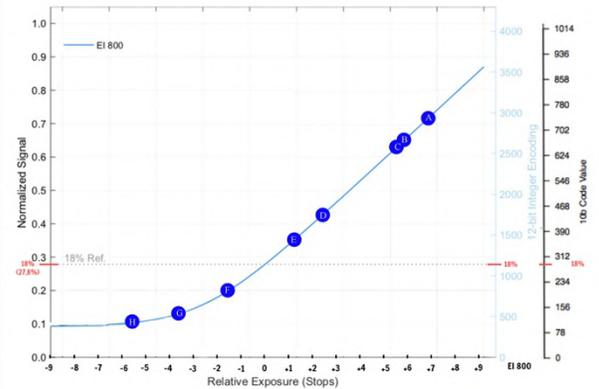

Figura 85. Alexa 35 4.6K 16:9 4608x2592 Arriraw HDE. EI800. ND 0.6 OBT 172.6 6500K. Textura K445 Default LogC4 a Rec 709. Lente Signature 25mm T 4 1/3
En el fotograma del carpintero (*figura 85*) tenemos un rango de la escena de cerca de 14 stops que la cámara resuelve sin ningún problema. Todo el exterior conserva la textura de las maderas (C), los árboles y la arena del suelo (B). En el interior llegamos a ver detalle hasta los -5 (H). La *figura 85B* muestra al imagen corregida con la lut de ARRI 709. En la gráfica de las curvas hemos superpuesto la Logc4 EI 800 con la lut para ver como cambian los valores de brillo en función de la misma. Vemos que las sombras se entierran bastante, algo que hemos observado en todas las pruebas. El valor del gris medio en logC4 está en 27,8% ,cuando le aplicamos la Lut este valor se convierte aproximadamente en el 37% (*figura 85C*), un valor por debajo del 42% estandarizado para dicha curva Rec709. A la hora de corregir color con dicha lut hemos tenido que subir la gama y las sombras para tener una imagen menos enterrada en los negros.